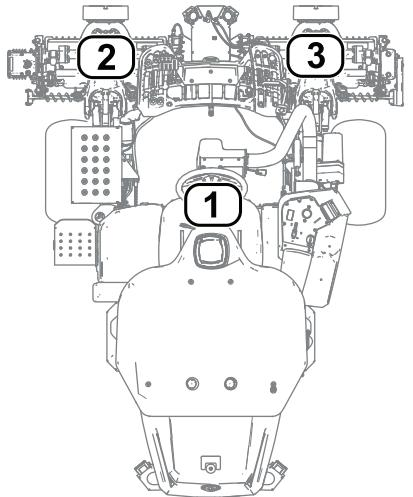

図27
- 1は中央カッティングユニット図27
- 2は左前カッティングユニット図27
- 3は右前カッティングユニット図27